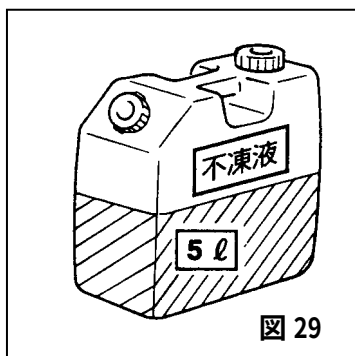
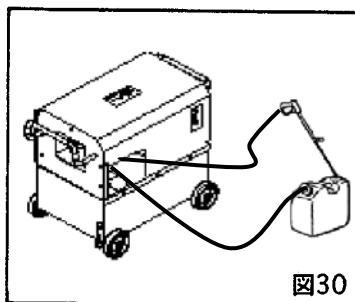

図 29
図30
- (1) 不凍液を5L程度容器に用意してください。(図29)。
- (2) ストレーナを水源より取り除き、電源スイッチを「手動」にします。吸水ホース、余水ホース、高圧ホース、ガンジェットランスに入っている水を吐出させます。水がなくなりましたら電源スイッチを「切」にします。
- (3) 用意した不凍液の容器に吸水ホース・余水ホースを入れ運転開始の要領で再び電源スイッチを「手動」にします。
- (4) ガンを低圧で不凍液の容器の中に吐出させ不凍液を循環させてください。1分程循環させたら完了です(図30)。